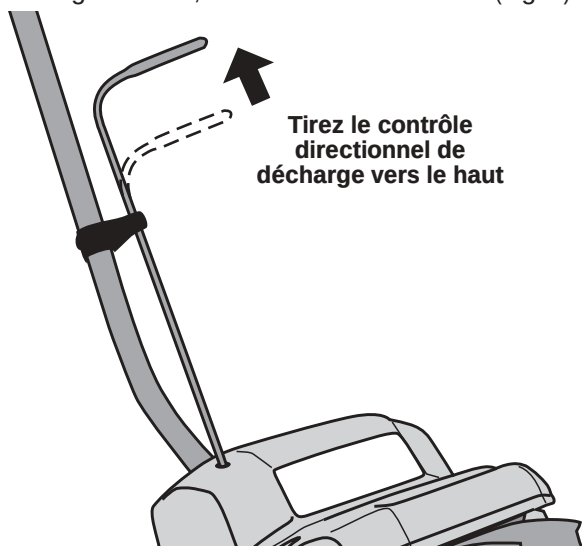

Fig. 4
1. Saisissez fermement la poignée du contrôle directionnel de décharge et tirez vers le haut. Ceci dégage la tige, sous tension de ressort, de la fente de direction de décharge actuelle, et libère son mouvement (Fig. 4).